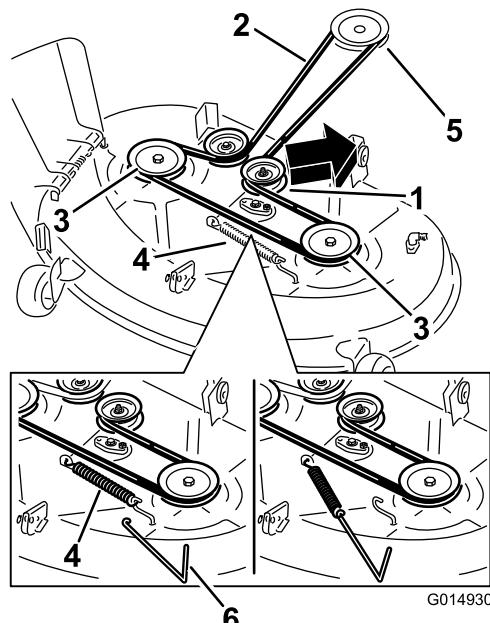
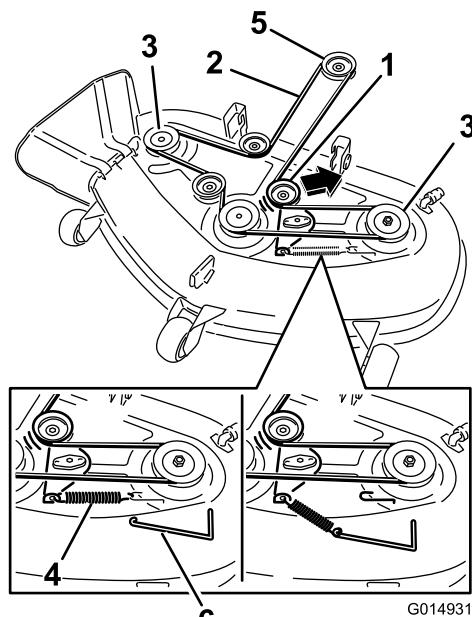

Bild 69
Bild 70
4. Entfernen Sie die Spannscheibenfeder mit einem Werkzeug zur Federentfernung (Toro Bestellnummer 92-5771) vom Mähwerkhaken, um die Spannung von der Spannscheibe zu nehmen, und rollen Sie den Riemen von den Spannscheiben (Bild 69 und Bild 70).
- Legen Sie den neuen Riemen um die Motor- und Mähwerkspannscheiben (Bild 70).
- Setzen Sie die Spannscheibenfeder mit einem Werkzeug zur Federentfernung (Toro Bestellnummer 92-5771) auf den Mähwerkshaken, um die Spannscheibe und den Mähwerkriemen zu spannen (Bild 69 und Bild 70).